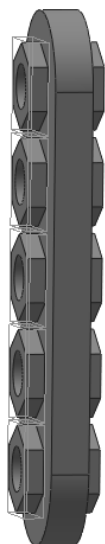
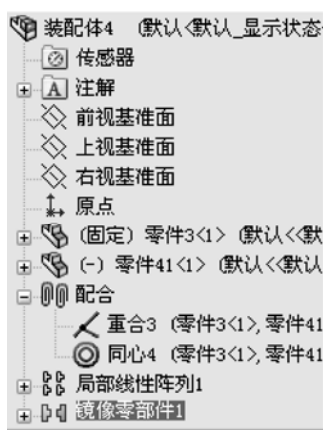

图 11-30 镜像零件
图 11-31 设计树
(4) 单击  (确定) 按钮, 零件镜像完毕, 镜像后的图形如图 11-30 所示。此时装配体文件的“FeatureManager 设计树”如图 11-31 所示。